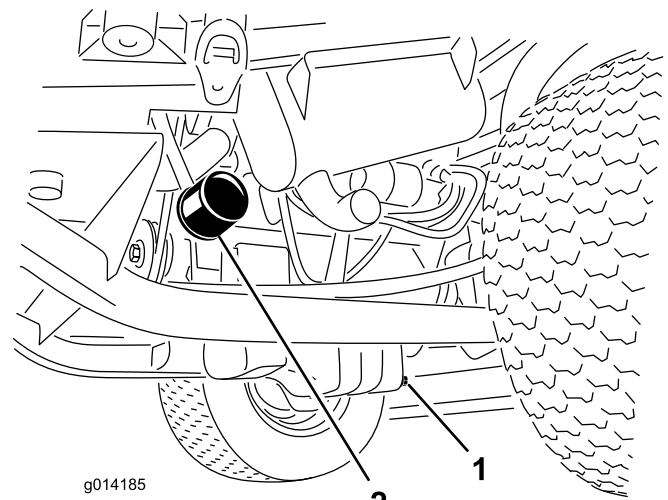

Bild 45
3. Entfernen Sie den Ölfilter (Bild 45).
1. Entfernen Sie die Ablassschraube (Bild 45) und lassen Sie das Öl in die Auffangwanne ab.